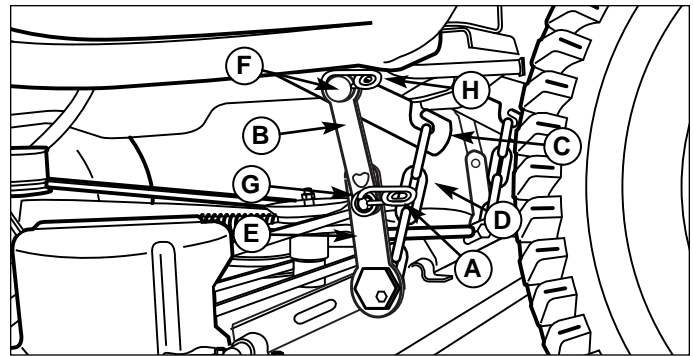
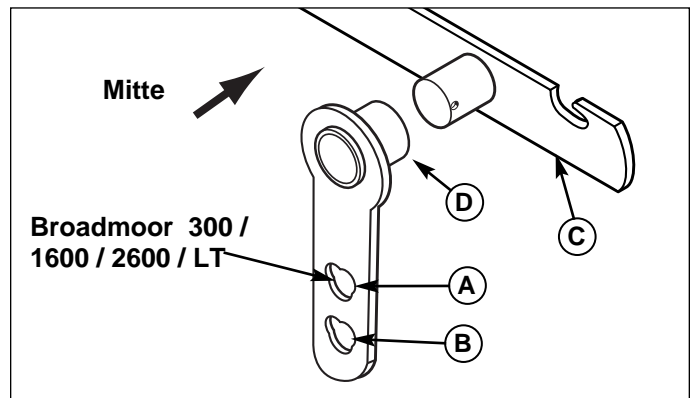

Abb. 11. Hebelarme
Abbildung 12. Oberes Gehänge
4. Sicherheitsklemme (A, Abbildung 11) und Unterlegscheibe (G) vom unteren Gehänge (E) abtrennen. Oberes Gehänge (B) von Hebestütze (F) abnehmen. Oberes Gehänge (B) mit Sicherheitsklemme (A) an unterem Gehänge befestigen, damit diese Teile nicht verloren gehen. Auf der anderen Seite wiederholen.
4. Siehe Abbildung 11. Hubkette (D) am Hubhaken (C) befestigen. Auf der anderen Seite wiederholen.
6. Die Sicherheitsklemme (A, Abbildung 11) vom oberen Gehänge (B) und unteren Gehänge (E) abnehmen, wenn sie noch befestigt ist. Oberes Gehänge (B) über die Stütze (F) auf dem Hubhaken schieben. Die lange Nabe (D, Abbildung 12) auf dem oberen Gehänge muss in Richtung Mitte weisen. Loch am oberen Gehänge (B, Abbildung 11) an Stütze am unteren Gehänge (D) befestigen. Mit Unterlegscheibe (G) und Sicherheitsklemme (A) sichern. Auf der anderen Seite wiederholen.